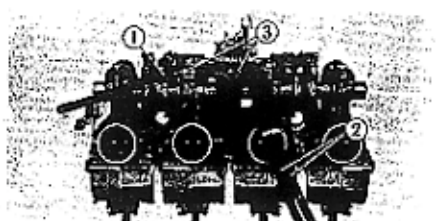

Fig. 3-58 ① Cavo benzina.
② Attacco.
③ Cavo benzina.
④ Cavo benzina (3,5×600.)
4. Installare e far passare ogni cavo benzina nel modo indicato in fig. 3-58.